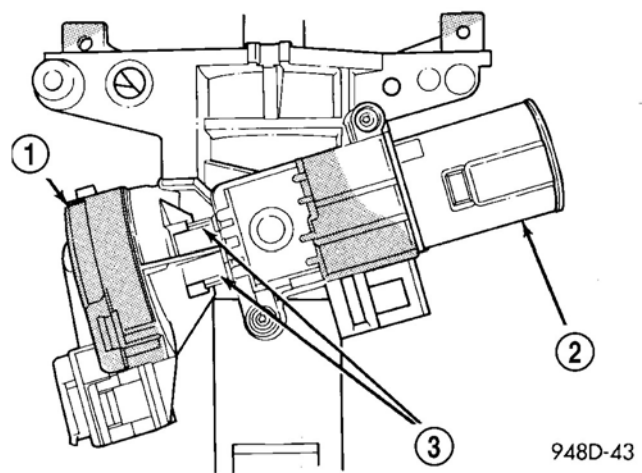

图 27 点火开关固定片
(14) 按压2个固定片（图27），然后从锁芯壳体上拆下点火开关。